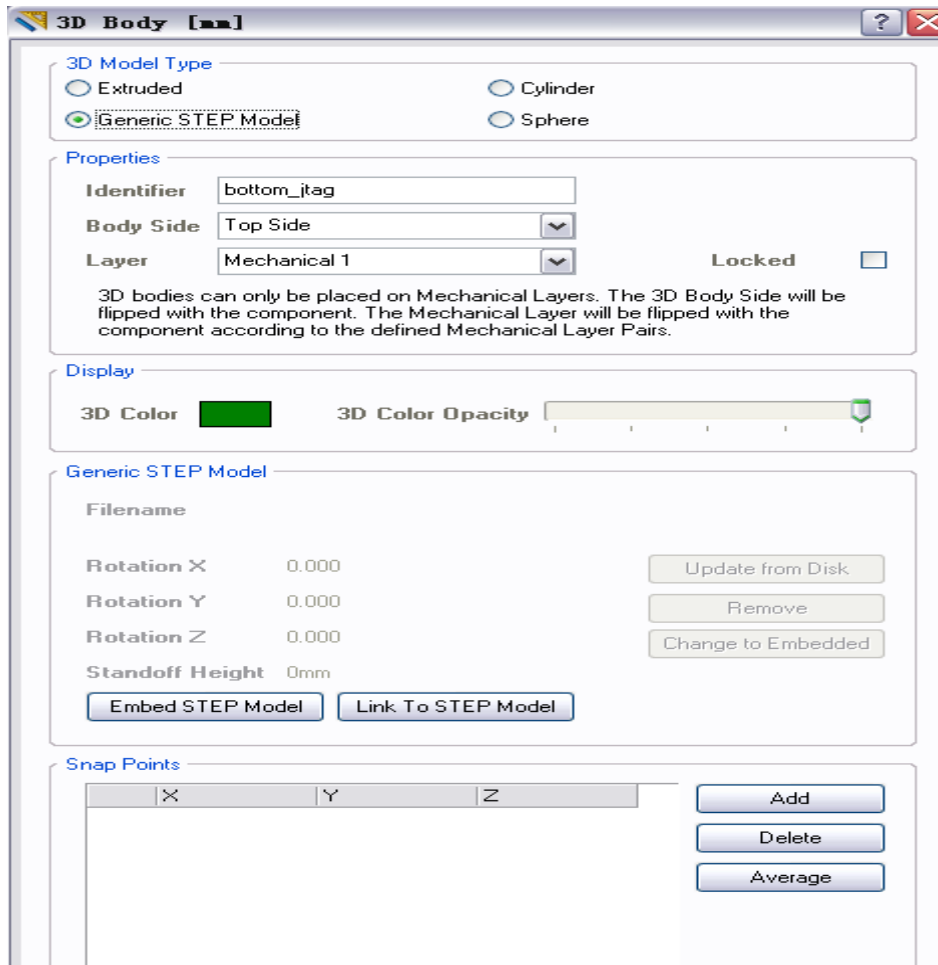

图 38 选择导入 STEP 模型
3. 在 **3D Body** 类型选择界面中，可以选择通用 **STEP** 模型，如图 38 所示。